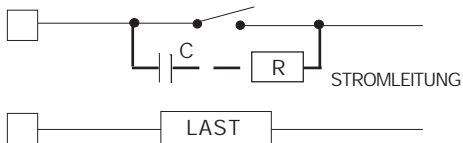

Abb. 11 EXTERNER, ZUM AUSGANG DES GERÄTS IN REIHE GESCHALTETER KONTAKT
In diesen Fällen wird empfohlen, parallel zum externen Kontakt einen RC-Filter anzuschließen wie in Abb.11 gezeigt. Der Wert der Kapazität (C) und des Widerstands (R) sind in der folgenden Tabelle angegeben.